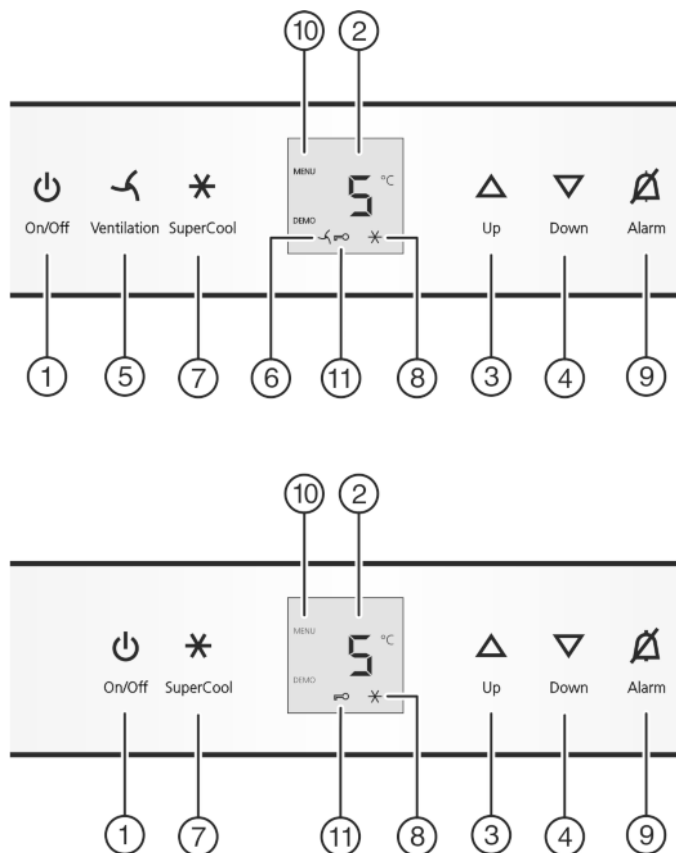

Fig. 2
- ▶ Premere il tasto On/Off Fig. 2 (1).
- ▶ Attivazione del modo regolazione: Premere il tasto SuperCool Fig. 2 (7) per ca. 5 sec..
- ▶ Premere brevemente il tasto SuperCool Fig. 2 (7) per confermare.
- ▶ Per inserire la sicurezza bambini premere brevemente il tasto SuperCool Fig. 2 (7).
- ▷ Il simbolo Sicurezza bambini Fig. 2 (11) si illumina. Nel display lampeggia **c**.
- ▶ Per disinserire la sicurezza bambini premere brevemente il tasto SuperCool Fig. 2 (7).
- ▷ Il simbolo Sicurezza bambini Fig. 2 (11) si spegne. Nel display lampeggia **c**.
- ▶ Disattivazione del modo regolazione: premere il tasto On/Off Fig. 2 (1).
- ▶ Premere il tasto Allarme Fig. 2 (9).
- ▶ Regolazione della temperatura su valori più caldi: Premere il tasto di regolazione Up Fig. 2 (3).
- ▶ Regolazione della temperatura su valori più freddi: Premere il tasto di regolazione Down Fig. 2 (4).
- ▶ Premere brevemente il tasto SuperCool Fig. 2 (7).
- ▷ Il simbolo SuperCool Fig. 2 (8) si illumina nel display.
- ▷ Il simbolo SuperCool Fig. 2 (8) si spegne nel display.